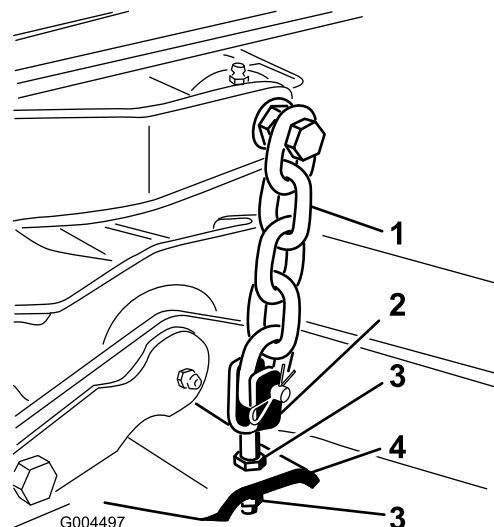

Figure 7
8. Ajustez les écrous de blocage qui fixent les chapes/chaînes à la tondeuse jusqu'à ce que l'unité de coupe soit de niveau (Figure 7).
6. Ajustez les écrous de blocage qui fixent les chapes/chaînes arrière de la tondeuse (Figure 7) pour lever l'arrière de l'unité de coupe afin d'obtenir une inclinaison de la lame de 8 à 11 mm.